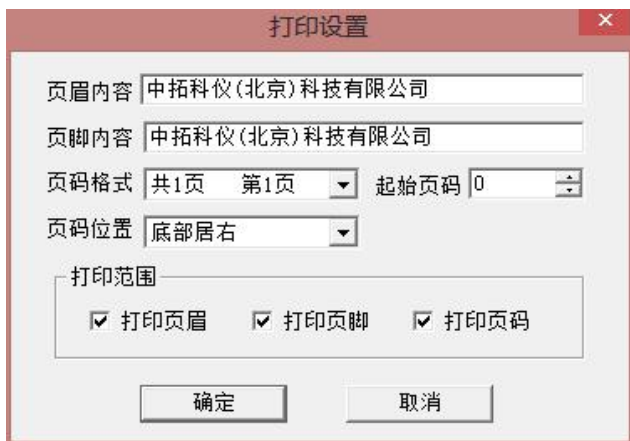

图 6-10
10、打印设置：进行有关打印机的设置,如图 6-10 所示,其中各项参数均有自动记忆功能,即初始化为上次打印设置相应的设置值。